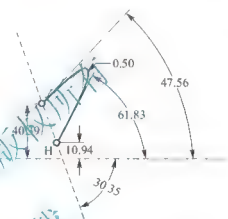

图 2.52 非圆曲线的角度标注
(3) 非圆曲线的角度标注：圆锥曲线、样条曲线或其他曲线都可以使用此方法来标注。分别单击选择参考中心线、曲线端点和曲线(选取顺序不分先后)，然后在需要放置尺寸的地方单击鼠标中键即可，如图 2.52 所示。